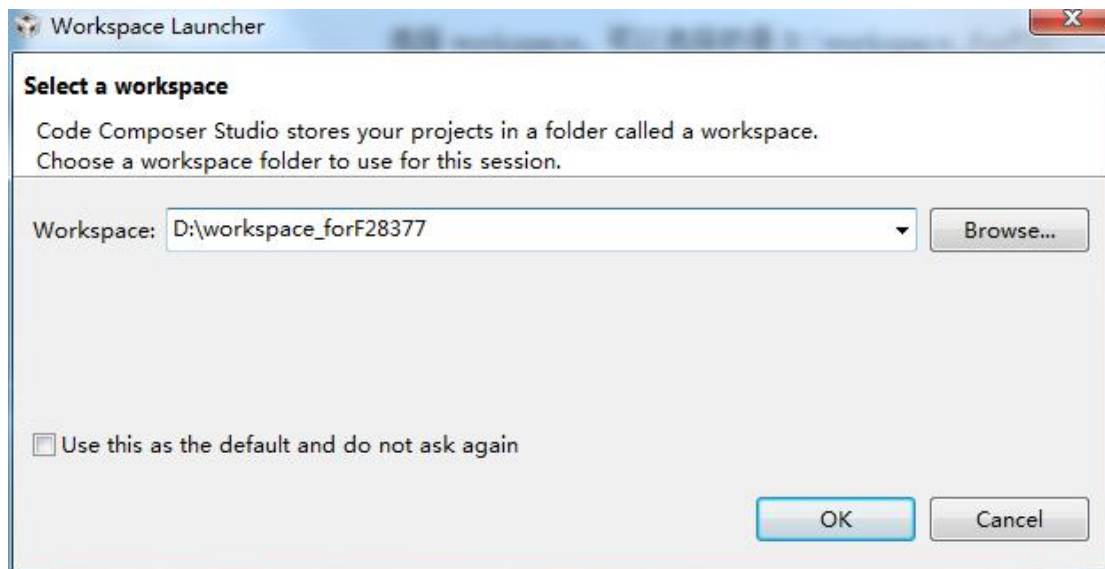

图 1-12
11. 在桌面上找到 ，双击打开，弹出下图 1-12 的界面，然后进行修改。